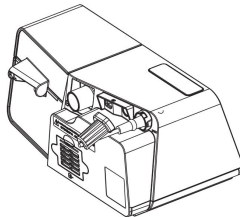

Abb. 12-5
- (1) Schließen Sie das Gerät an die Stromversorgung an, wie unter 12.3 Anschließen der Stromversorgung beschrieben.
- (2) Stecken Sie das schmale Ende der Netzteilverriegelung auf das Netzkabel, wie in Abb. 12-5 gezeigt.